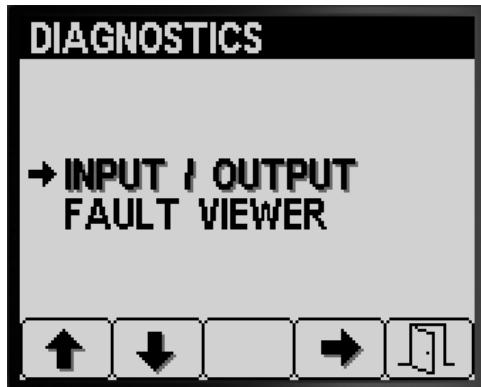

Figure 84
- Appuyez sur le bouton 1 ou 2 de l'écran Diagnostics jusqu'à ce l'option INPUT/OUTPUT (entrée/sortie) soit atteinte (Figure 84).
- Appuyez sur le bouton 3 pour sélectionner l'option INPUT/OUTPUT (Figure 84).
- Appuyez sur le bouton 5 pour quitter l'écran INPUT/OUTPUT et retourner à l'écran DIAGNOSTICS (Figure 84).